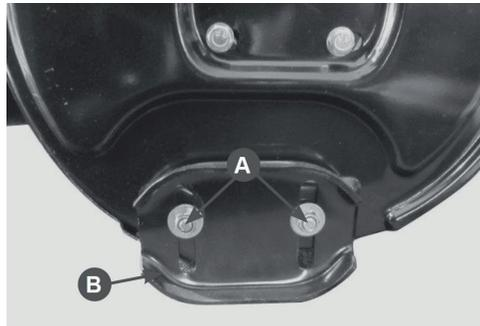

Рис.14 Регулировка высоты забора снега
2. Ослабьте гайки крепления полозков (А), Рис.14) и установите полозки (В) на необходимую высоту. Снова затяните гайки.
1. Откройте топливный кран, переместив рычаг топливного крана в рабочее положение(ON) Рис.14.